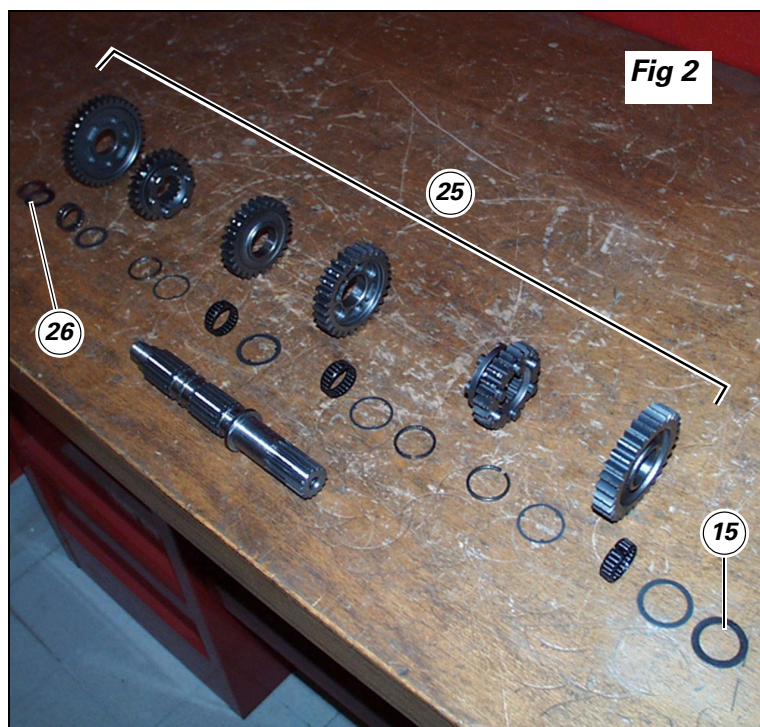

Fig 2
La Fig. 2 mostra tutti i componenti da installare sull'albero secondario (25), con all'estremità i rasamenti (15) e (26) calcolati (Sez. N 9.2).
Fig. 2 shows all parts to be fitted onto the secondary shaft (25), after calculating correct thickness for shims (15) and (26) (Sect. N 9.2).